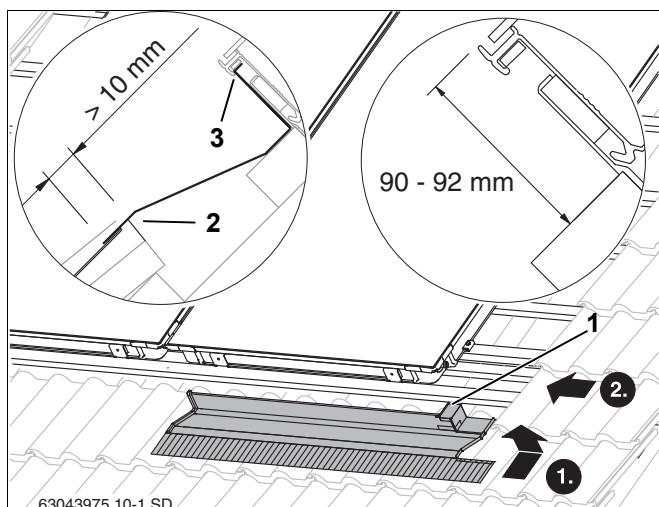
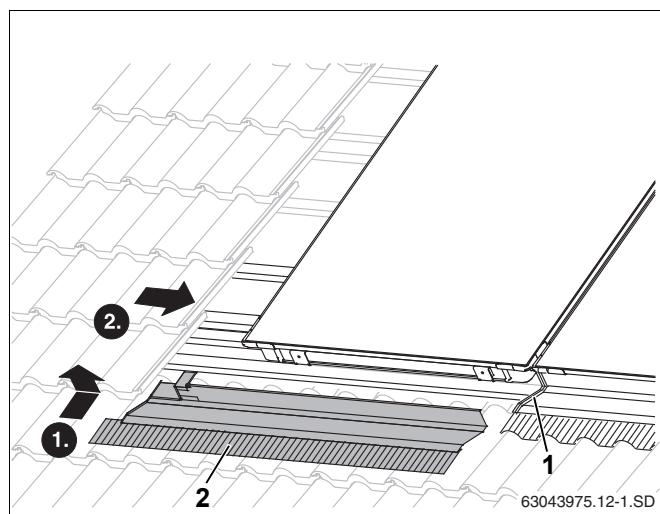

Рис. 44 Правый нижний накладной лист
Рис. 47 Укладка левого нижнего накладного листа
- ▶ Правый накладной лист вставьте верхней кромкой в паз коллектора (рис. 44, **поз. 3**).
- ▶ Придвиньте накладной лист к коллектору так, чтобы и правая короткая кромка (рис. 44, **поз. 1**) входила вверху в паз коллектора.
Накладной лист нужно уложить на черепицу так, чтобы он перекрывал черепицу минимум на 10 мм (рис. 44, **поз. 2**).
- ▶ Уложите левый накладной лист (рис. 47, **поз. 2**) на предыдущий и смонтируйте как правый. (рис. 44)
Защитную пленку можно снять с накладного листа (рис. 47, **поз. 1**) только после того, как будут закреплены все листы.